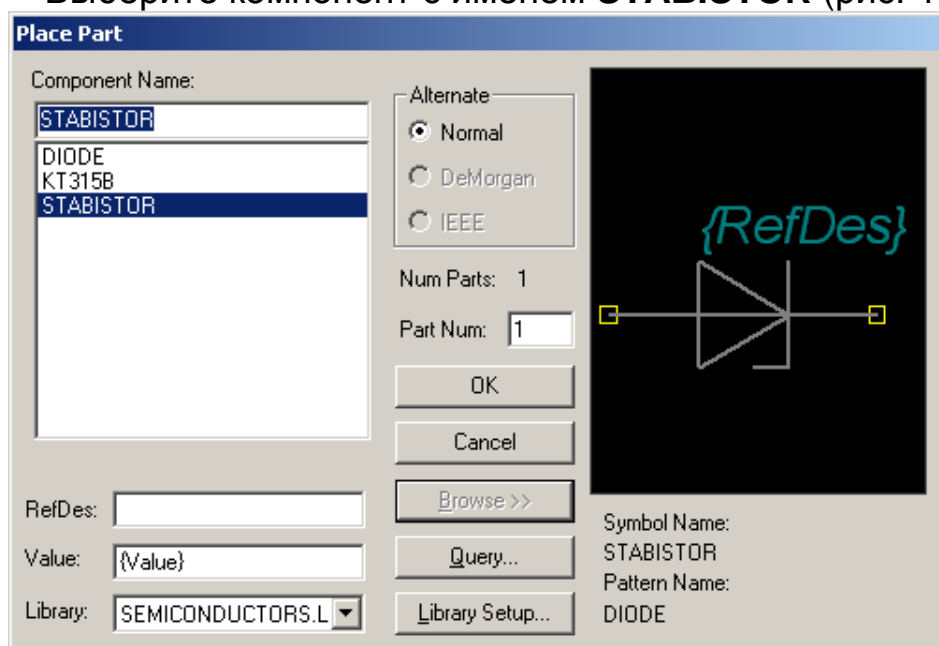

Рис. 10 Выбор стабилитрона из библиотеки
- 6.3 Выберите компонент с именем **STABISTOR** (рис. 10).